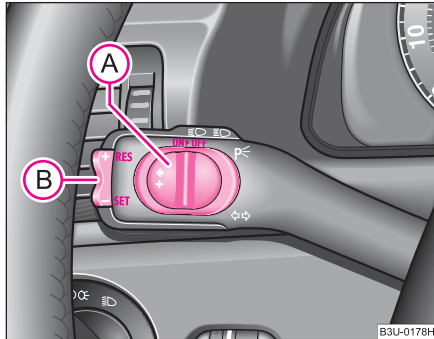

Fig. 119 Maneta:
- Deplasați comutatorul (A) ⇒ fig. 119 în poziția **ON**.
- După atingerea vitezei dorite apăsați tasta (B) în poziția **SET**.
- Viteza memorată poate fi **mărită** fără acționarea pedalei de accelerație, prin apăsarea tastei (B) ⇒ fig. 119 în poziția **RES**.
- Sistemul de viteză de croazieră mai poate fi dezactivat prin deplasarea comutatorului **(A)** ⇒ pagina 127, fig. 119 spre dreapta - în poziția intermediară, dinaintea poziției **OFF**. Comutatorul va reveni singur în poziția **ON**.
Reluarea vitezei memorate are loc după eliberarea pedalei de frână sau de ambreiaj; la autovehiculele cu cutie de viteze automată numai după eliberarea pedalei de frână și după apăsarea scurtă a tastei **(B)** ⇒ pagina 127, fig. 119 în poziția **RES**.
- Deplasați comutatorul **(A)** ⇒ pagina 127, fig. 119 spre dreapta, până la limită, în poziția **OFF**. ■